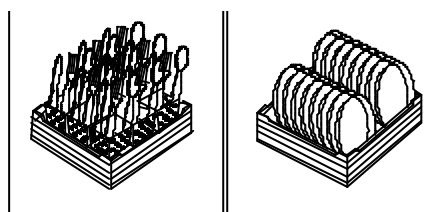

Fig. 12
- Colocar los platos en las cestas de púas sin que se intercalen unos con otros.(Fig. 12).